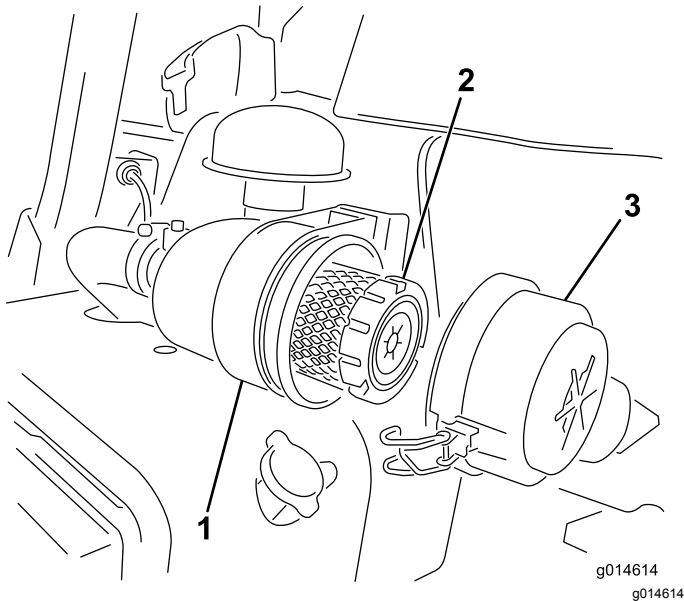

图26
1. 松开将空气滤清器盖固定到空气滤清器壳体上的搭扣**图26**。
7. 固定搭扣**图26**。